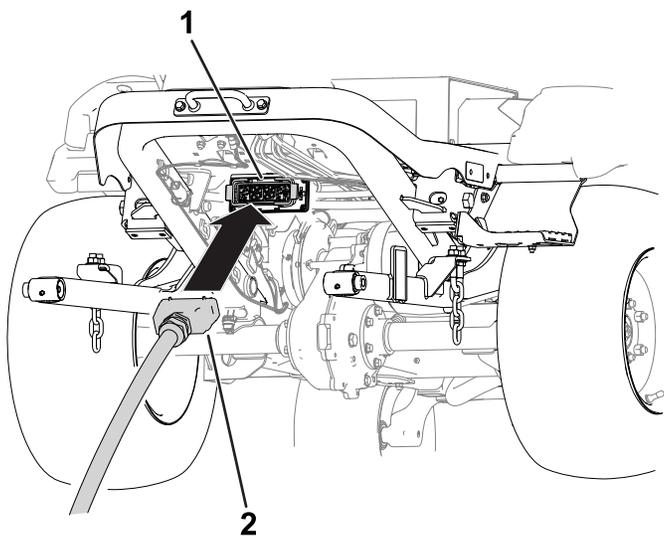

Figura 5
7. Inserte el conector de la unidad de corte en el conector de la máquina (Figura 5).